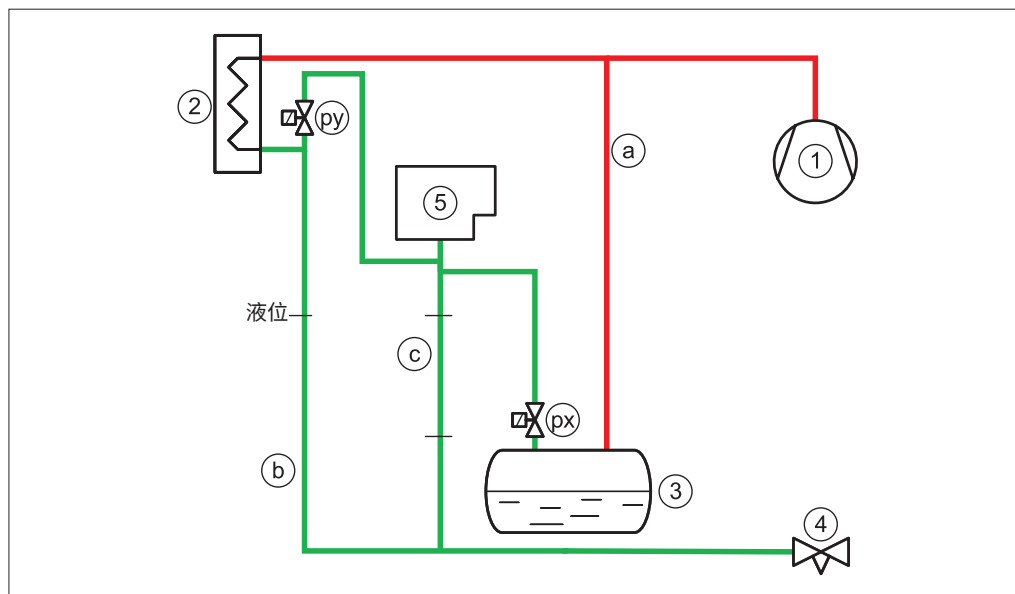
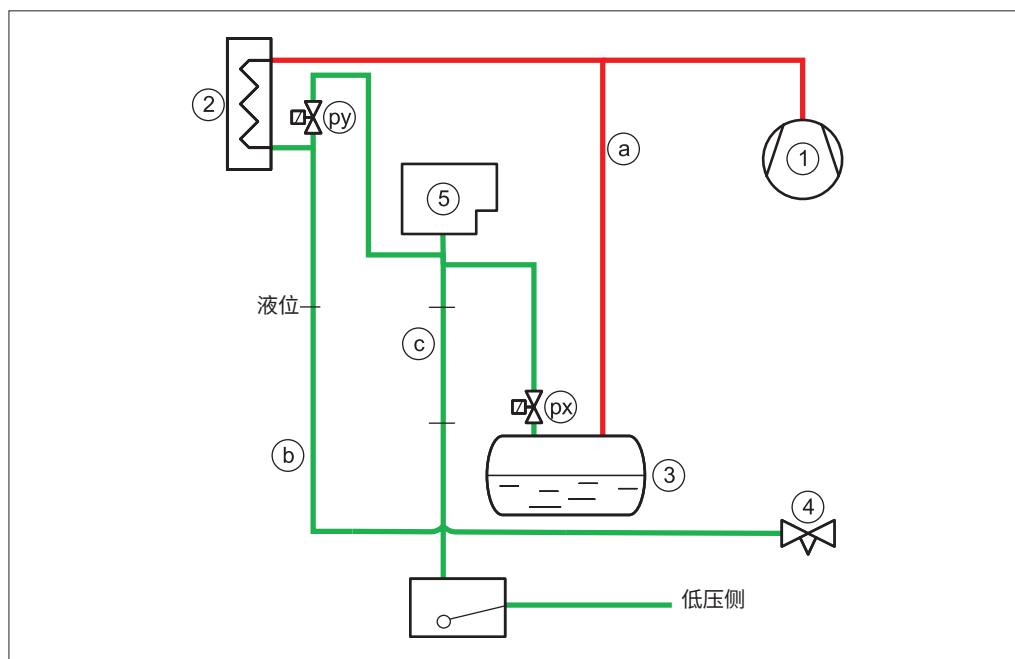

图 6 — 空气分离器的连接 (px) 和 (py)。排液配管 (c) 必须垂直布置或呈下斜坡布置
图 7 — 空气分离器的连接 (px) 和 (py)。排液配管 (c) 必须垂直布置或呈下斜坡布置
(参见图 6 和图 7)
或者, 可通过与低压侧连接的高压浮球阀 (6) 有效实现空气分离器的排液 (参见图 7)。